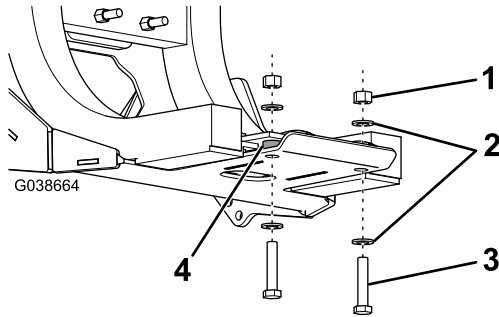

Figura 2
- Sujete la parte trasera de la placa de protección del quitanieves al vehículo con 2 pernos (M12), 4 arandelas, 2 espaciadores y 2 tuercas (M12), y apriete las fijaciones a mano solamente (Figura 2).